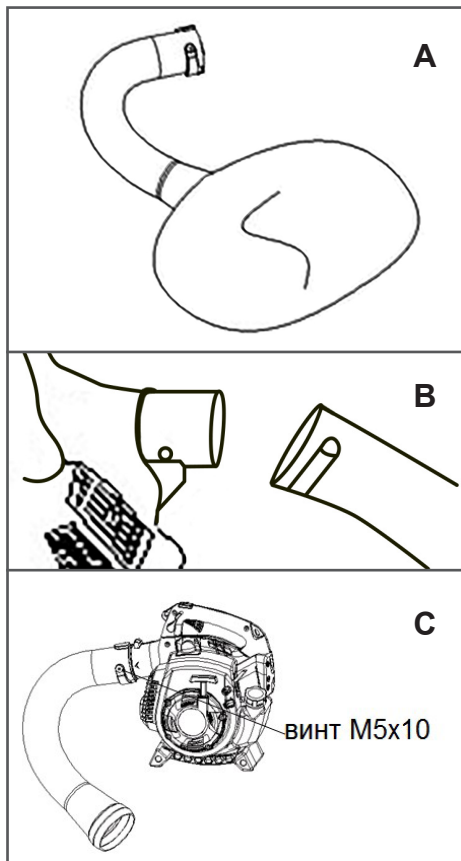

Рис. 8 Установка разгрузочной трубы и мешка для мусора
5. Установить мешок для мусора на разгрузочную трубу (Рис. 8А).
6. Установить разгрузочную трубу на устройство (Рис. 8В) и закрепить ее винтом M5x10 (Рис. 8С).